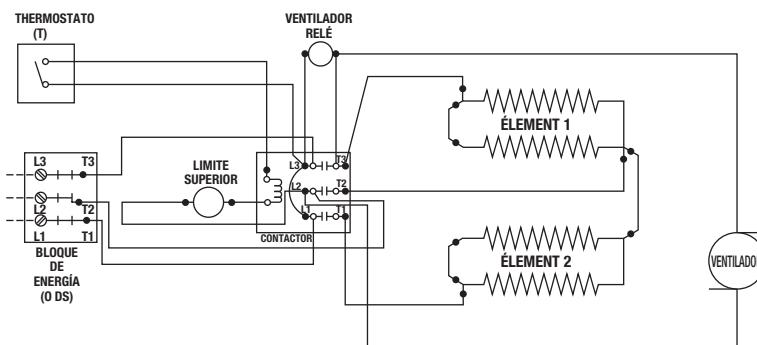

Figura 3
- Conecte T1 y T2 (T3 para trifásico) desde el interruptor de desconexión a los terminales L1 y L2 (L3 para trifásico) en el contactor del calentador. (Ver el diagrama de cableado, Figura 3).
- Conecte los cables blancos del calentador a los terminales "L2" y "cycle" ("ciclo") en el termostato según se muestra en el esquema eléctrico, Figura 3.